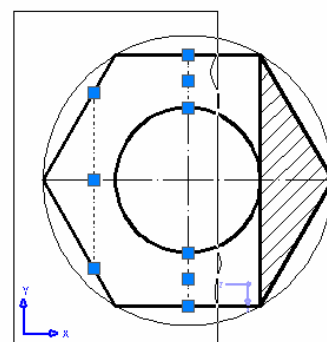

Рис. 5.41
31. Вычертить отрезком (  ) горизонтальную ось на виде сверху с использованием привязки *Конточка (Endpoint)*, соединив точки на ребрах (рис. 5.41).
- b) выделить мышью невидимые линии (рис. 5.41);